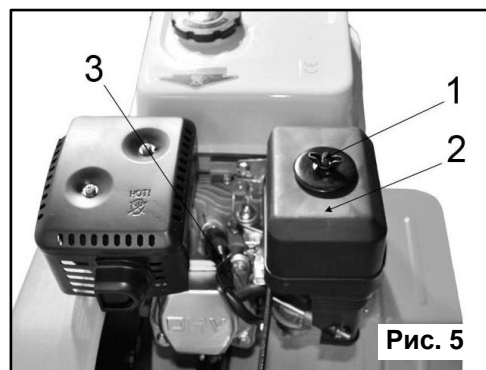

Рис. 5
- Открутите винт-фиксатор крышки воздушного фильтра (1)(См. Рис. 5).
- Снимите воздушный фильтр (2)(См. Рис. 5).
- Очистите поверхность около свечи зажигания (3)(См. Рис. 5).